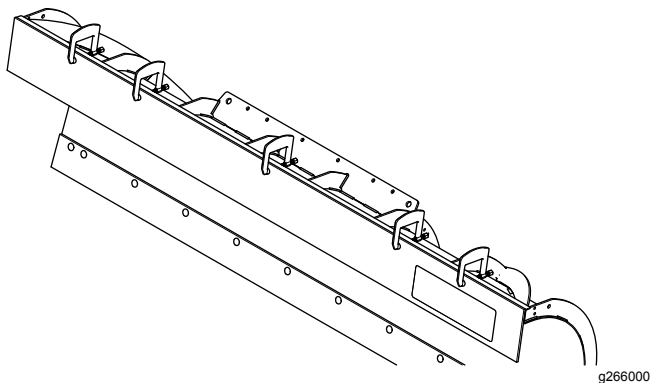

Bild 1
- Klemmen Sie die Lamelle an der oberen Kante des Schneeschilds fest (Bild 1).